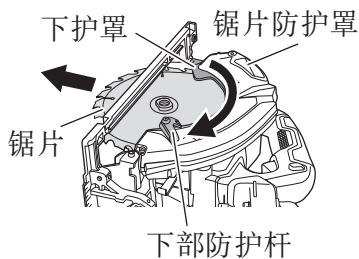

图14
- (2) 握住下部防护杆以使下部防护罩完全缩回到锯盖内，拆下锯片（图14）。
下护罩（参见图14）可保护作业人员的身体不接触到锯片。请务必确保防护罩能顺滑地覆盖住锯片。如果下护罩无法顺畅移动，请在维修后使用。此种情况下，请联系您购买电圆锯的店铺或HiKOKI授权服务中心进行维修。